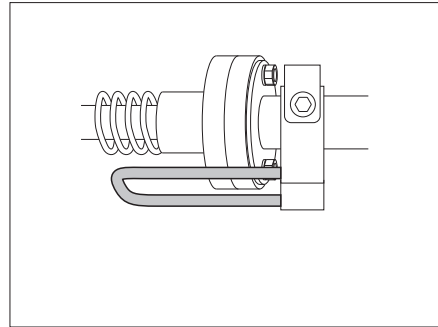

Bild 153 Låsspaken är spärrad i ställningen
- Innan sängen används, kontrollera att låsspaken befinner sig i säkrad position (Bild 153).
- Ställ låsspaken i säkrad position (Bild 153).